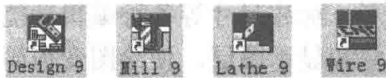

图 1-2 桌面的快捷图标
(2) 双击 Mastercam 9.0 在桌面的 4 个快捷方式图标中的一个，如图 1-2 所示，即可启动 Mastercam 9.0 的对应模块。